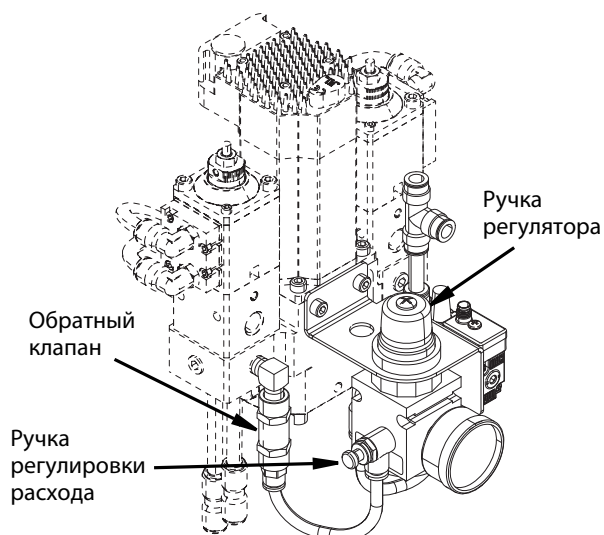

Рис. 17
2. Отрегулируйте поток материала, поворачивая ручку регулировки расхода материала по часовой стрелке для увеличения расхода и против часовой стрелки для уменьшения расхода. См. Рис. 17.